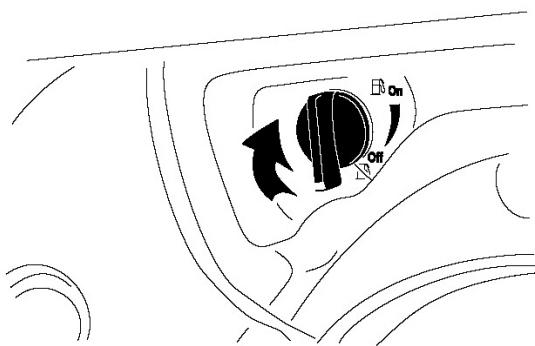

Рисунок 25.
- Закройте краник подачи топлива, повернув его по часовой стрелке (рис. 25).